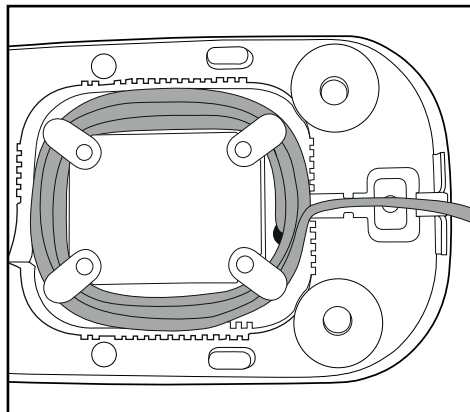

Bild 3: Kabelupprullning
- Linda kabeln **4** runt kabelhållaren på produktens undersida (Bild 3):